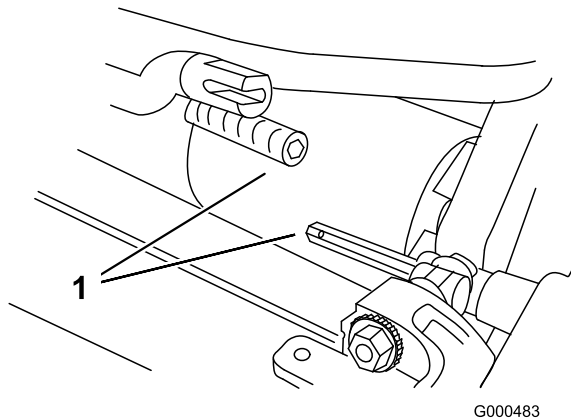

Bild 46
6. Ziehen Sie das Mähwerk ungefähr 51 mm nach vorne und dann nach rechts, um die Getriebekupplung auszukuppeln (Bild 46).